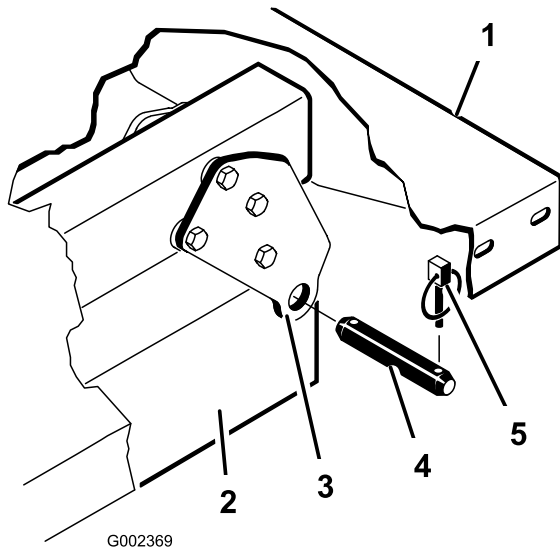

Figure 31
**Remarque:** Vérifiez que les plaques de pivot arrière sont boulonnées au châssis/profilé du véhicule de sorte que l'extrémité inférieure soit inclinée vers l'arrière (Figure 31).